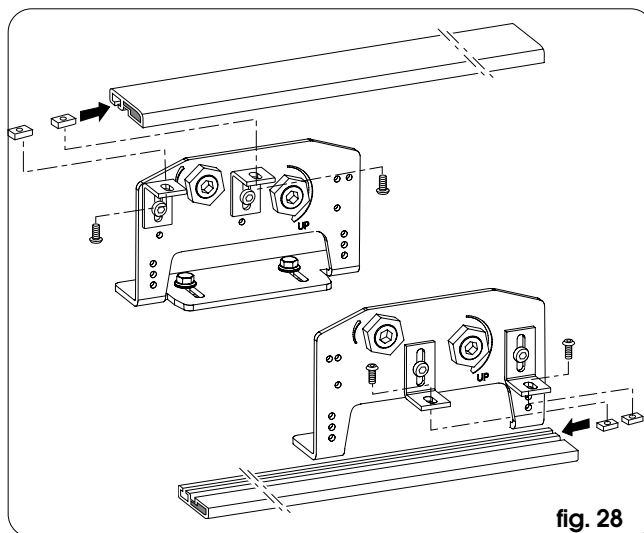

fig. 28
- Fije, con las hojas abiertas, las barras de movimiento a los carros con los tornillos tirantes M5 suministrados en dotación (fig. 28) de modo que el correspondiente empalme en la correa esté en posición adyacente a la polea (de reenvío o motor);
- Fije, con la hoja cerrada, la barra de movimiento al carro con los tornillos tirantes M5 suministrados en dotación (fig. 28) de modo que el correspondiente empalme en la correa esté en posición adyacente a la polea (de reenvío o motor);